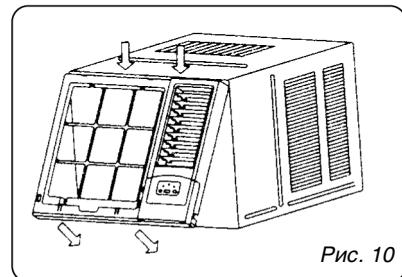

Рис. 10
3. Установите на место переднюю панель кондиционера (рисунок 10).